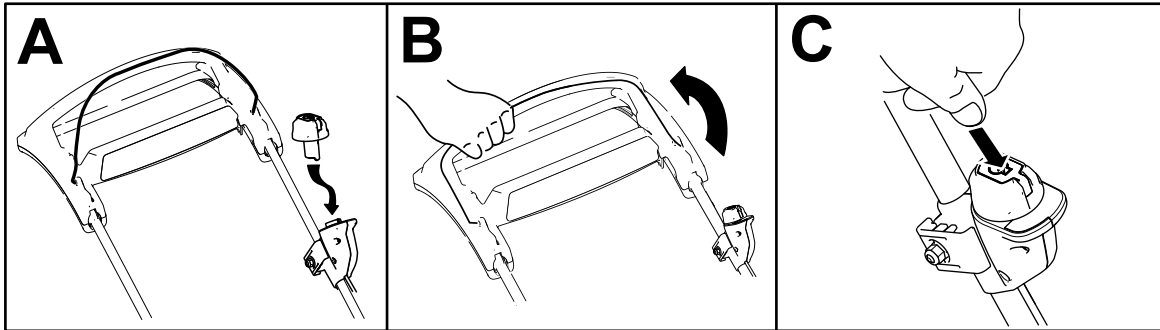

Figura 11
2. Introduzca el botón de arranque eléctrico en el interruptor de arranque eléctrico (Figura 11, A).
3. Apriete la barra de control de la cuchilla contra el manillar (Figura 11, B).
4. Pulse el botón de arranque eléctrico y manténgalo pulsado hasta que el motor arranque (Figura 11, C).